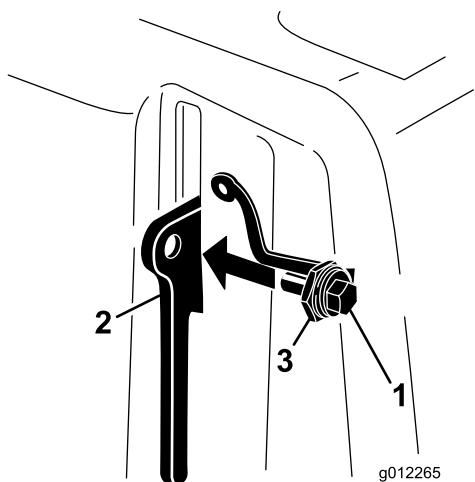

Figura 10
- Enrosque el perno en la palanca de enganche de la cubierta de la correa (Figura 10).